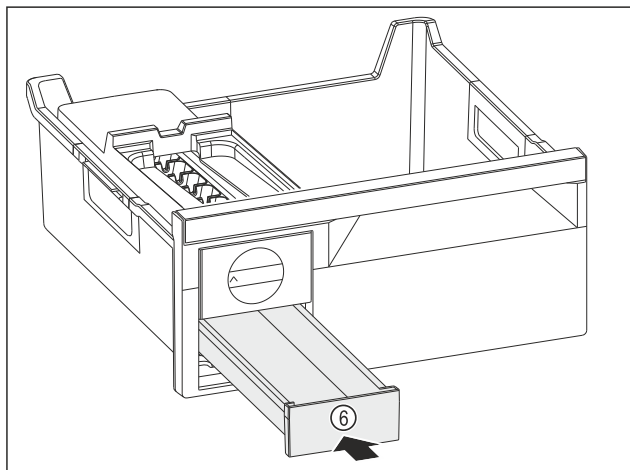

Fig. 176
► Iebīdīet ledus gabaliņu atvilktni Fig. 176 (6).